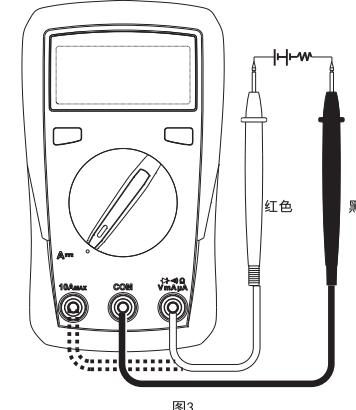

图3
6. 直流电流测量(见图3)
7. 交流电流测量(仅适用UT33A+，见图3)